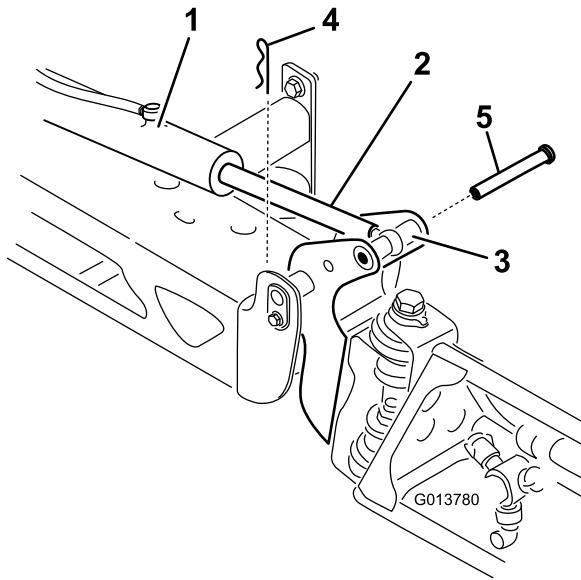

Figura 71
7. Sujete la sección de fumigación, e introduzca el pasador a través del pivote del brazo y del émbolo del actuador (Figura 71).